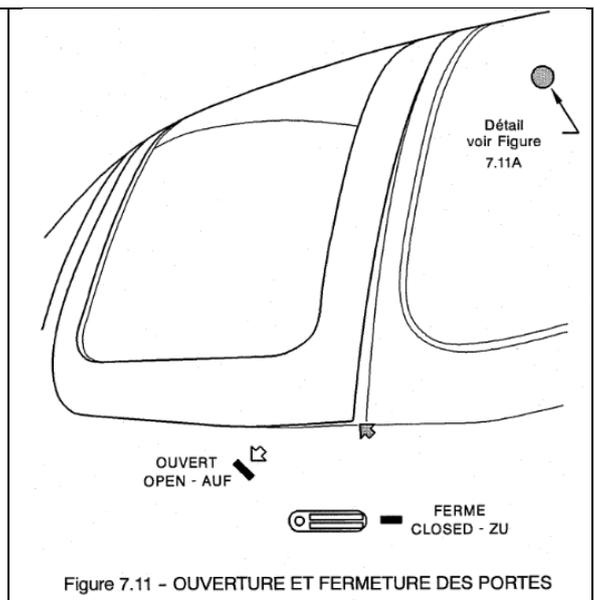

Figure 7.11 - OUVERTURE ET FERMETURE DES PORTES
- sur TB10 et TB20, en cas d'impossibilité d'ouvrir les portes, dégager les vitres arrière d'un coup de pied énergique à l'emplacement indiqué par une plaquette (cf. fig. 7.11 et 7.11A des manuels de vol TB10 et TB20).